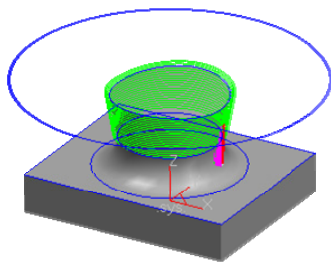

图 8-280 生成刀具轨迹
6) 拾取进刀点后,系统接着提示“切换加工方向”,直接单击鼠标右键后系统开始计算,生成图 8-280 所示轨迹。